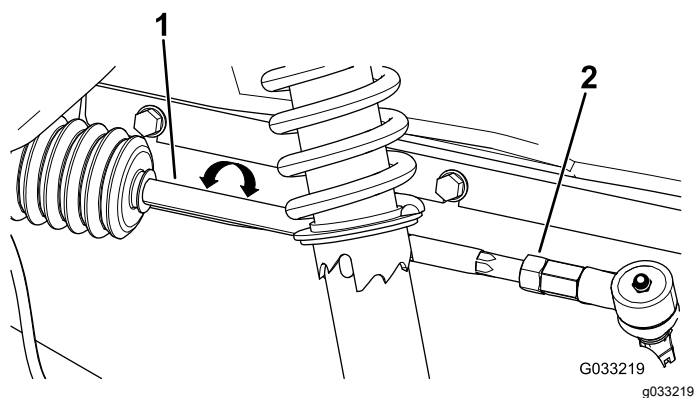

Figure 57
2. Si la mesure n'est pas comprise entre 0 et 6 mm (0 et 1/4 po), desserrez les écrous de blocage aux extrémités extérieures des biellettes (Figure 57).